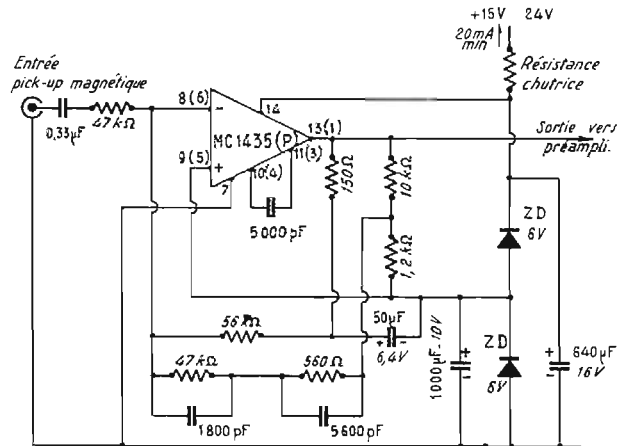

Fig. 7
Bien que ce préamplificateur ait été conçu pour l'emploi d'un pick-up piézo-électrique, on peut être amené à remplacer la cellule piézo-électrique par une cellule magnétique. Dans ce cas l'adjonction du préamplificateur de la figure 7, équipé d'un circuit intégré Motorola MC1435 (P) est conseillée.
Bien qu'il soit possible d'utiliser tout amplificateur opérationnel linéaire à circuit intégré avec réseau convenable de correction de phase, deux modèles sont particulièrement indiqués : les Motorola MC1435P et MC1303P, comprenant deux amplificateurs et présentés en boîtiers DIL. Le MC1303P spécialement conçu pour la préamplification stéréophonique nécessite une alimentation de +15 et -15 V. Le MC1435P ne nécessite que +6 V et -6 V et ces tensions peuvent être obtenues comme indiqué sur le schéma de la figure 7 à l'aide d'un pont comprenant deux diodes Zéner de 6 V. La résistance de découplage R_{22} , dans le cas de l'adjonction de ce préamplificateur, doit être diminuée pour compenser la consommation supplémentaire du circuit intégré de l'ordre de 20 mA.